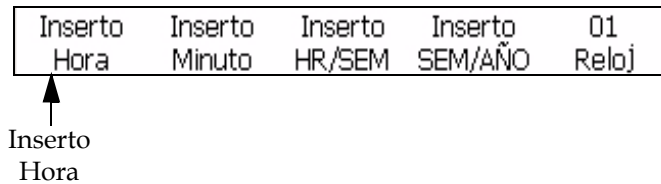

Figura 5-33: Marco <01 Reloj>
- 1 Comience en el marco <01 Reloj> (01 Edición > 02 Edición - Insertos > 01 Inserto - Reloj > 01 Reloj). Consulte la Figura 5-33.